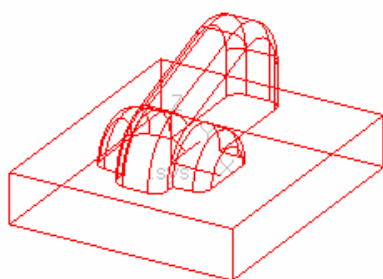

图 8-203 拾取的加工对象
8) 完成加工参数设置后,单击“确定”按钮,系统在界面的左下方提示“拾取加工对象”,拾取整个实体为加工对象,如图 8-203 所示,单击鼠标右键结束拾取。系统提示“拾取加工边界”,直接单击鼠标右键。